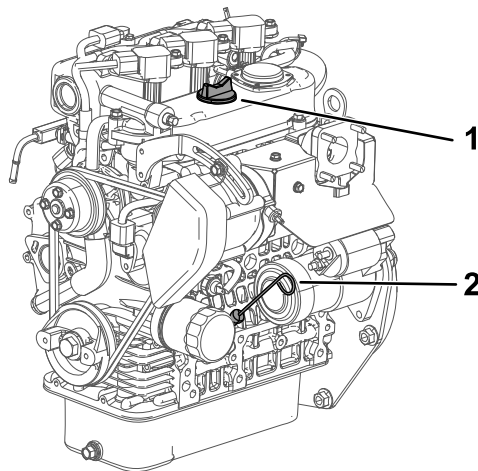

Figura 16
2. Retire la varilla y límpiela con un paño limpio (Figura 16).
3. Introduzca la varilla en el tubo asegurándose de que entre a fondo (Figura 16).
4. Retire la varilla y compruebe el nivel de aceite (Figura 16).
5. Si el nivel de aceite es bajo, retire el tapón de llenado (Figura 16) y añada suficiente aceite para elevar el nivel a la marca Lleno de la varilla.
6. Coloque la varilla firmemente (Figura 16).